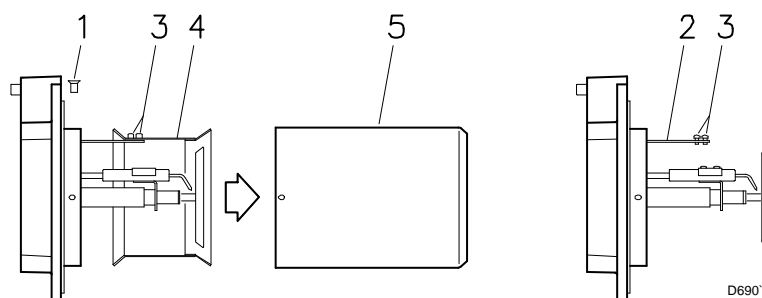

Fig. 8
4.5 Fijación del quemador a la caldera (Fig. 8)
- Desenroscar los tornillos 1) (Fig. 8) y desmontar el tubo llama 5)